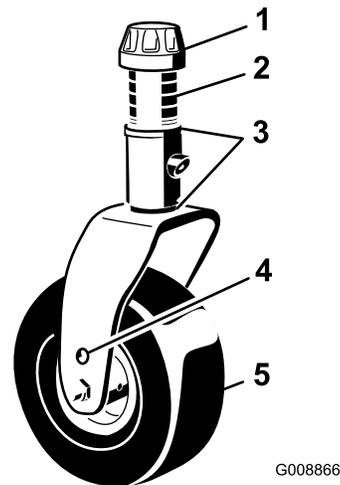

図 29
3. 刈高がステッカー 図 29 と合わない場合には、シム 3 mm を前キャストフォークに取り付けて調整する 刈り高の調整 \(ページ 25\)を参照。